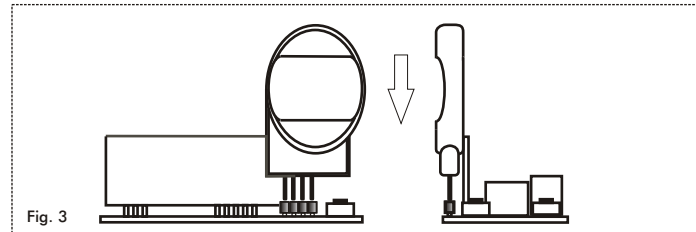

Fig. 3
La sagoma rotonda della memoria deve essere rivolta verso la scheda radio verticale. (Fig. 3)
In questo caso non vi è nessun blocco e tutta la configurazione preimpostata sul Multiutente può venire trasferita nel ricevitore IP5 senza alcuna limitazione e con possibilità di modifica. Il trasferimento dei dati da e verso il ricevitore Multiutente si effettua per mezzo della memoria di copia. Questa va inserita nel connettore CT nel verso indicato in fig. 3.
- 1) Inserire la memoria di copia nel connettore CT rispettando la polarità come in fig. 3